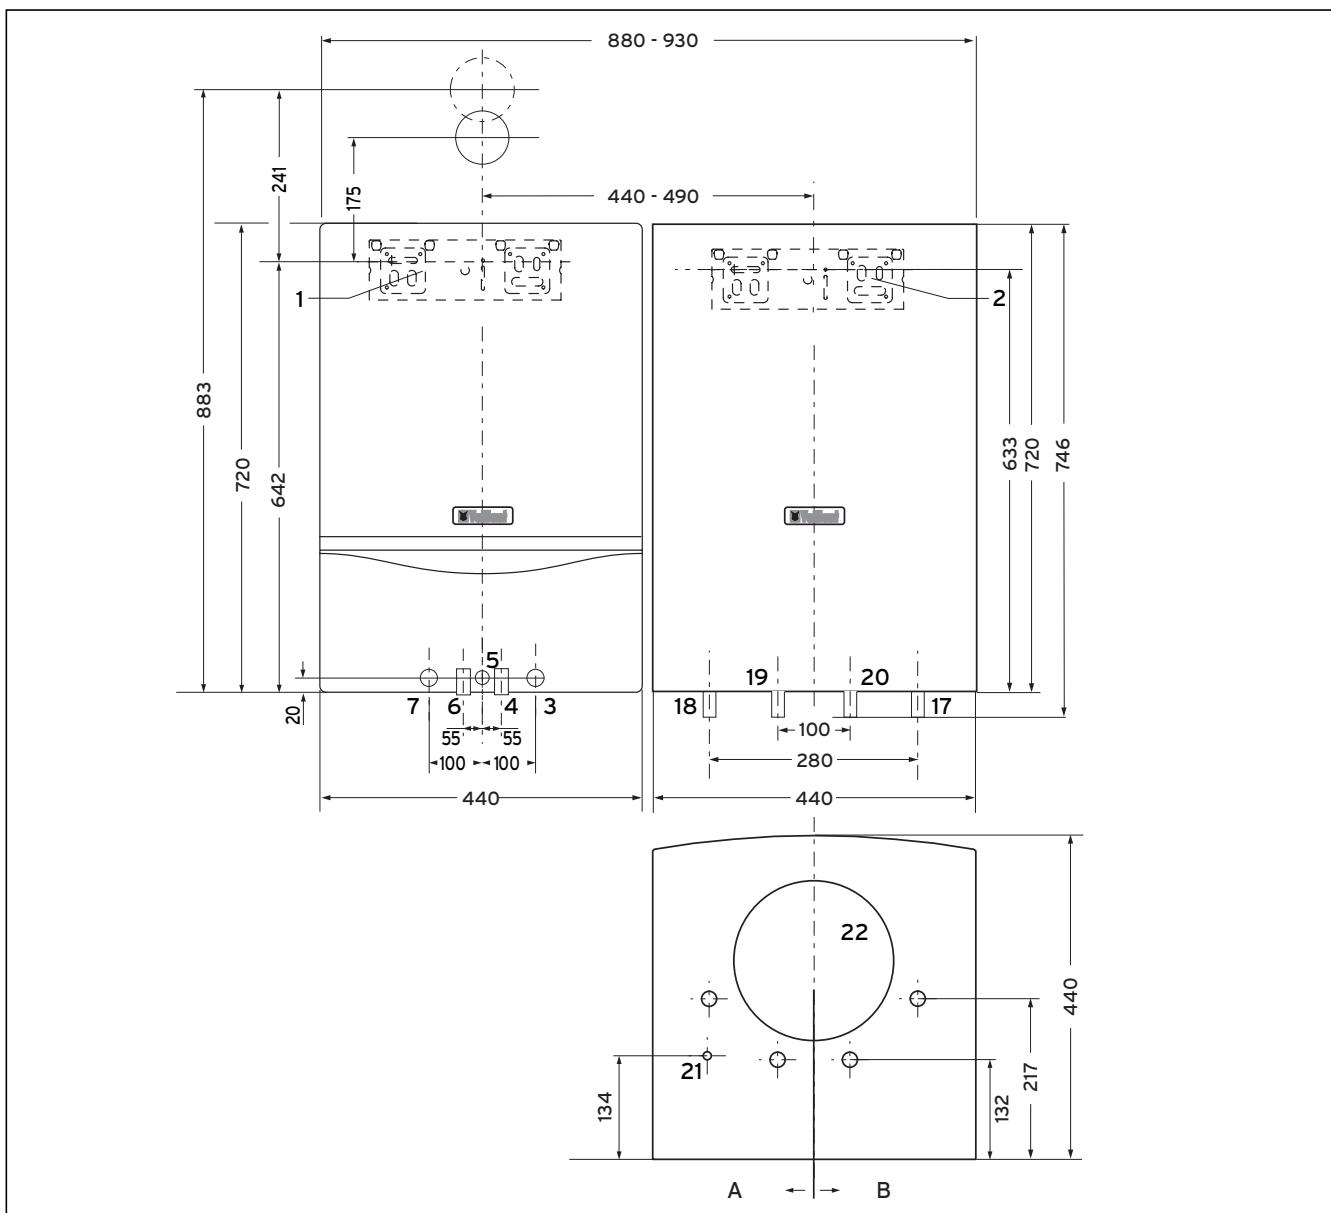

Fig. 4.2 Mål ved montering ved siden af kedlen
- Overhold „varmt-“ og „koldtvarmdelen“ på fig. 4.2 og 4.3.